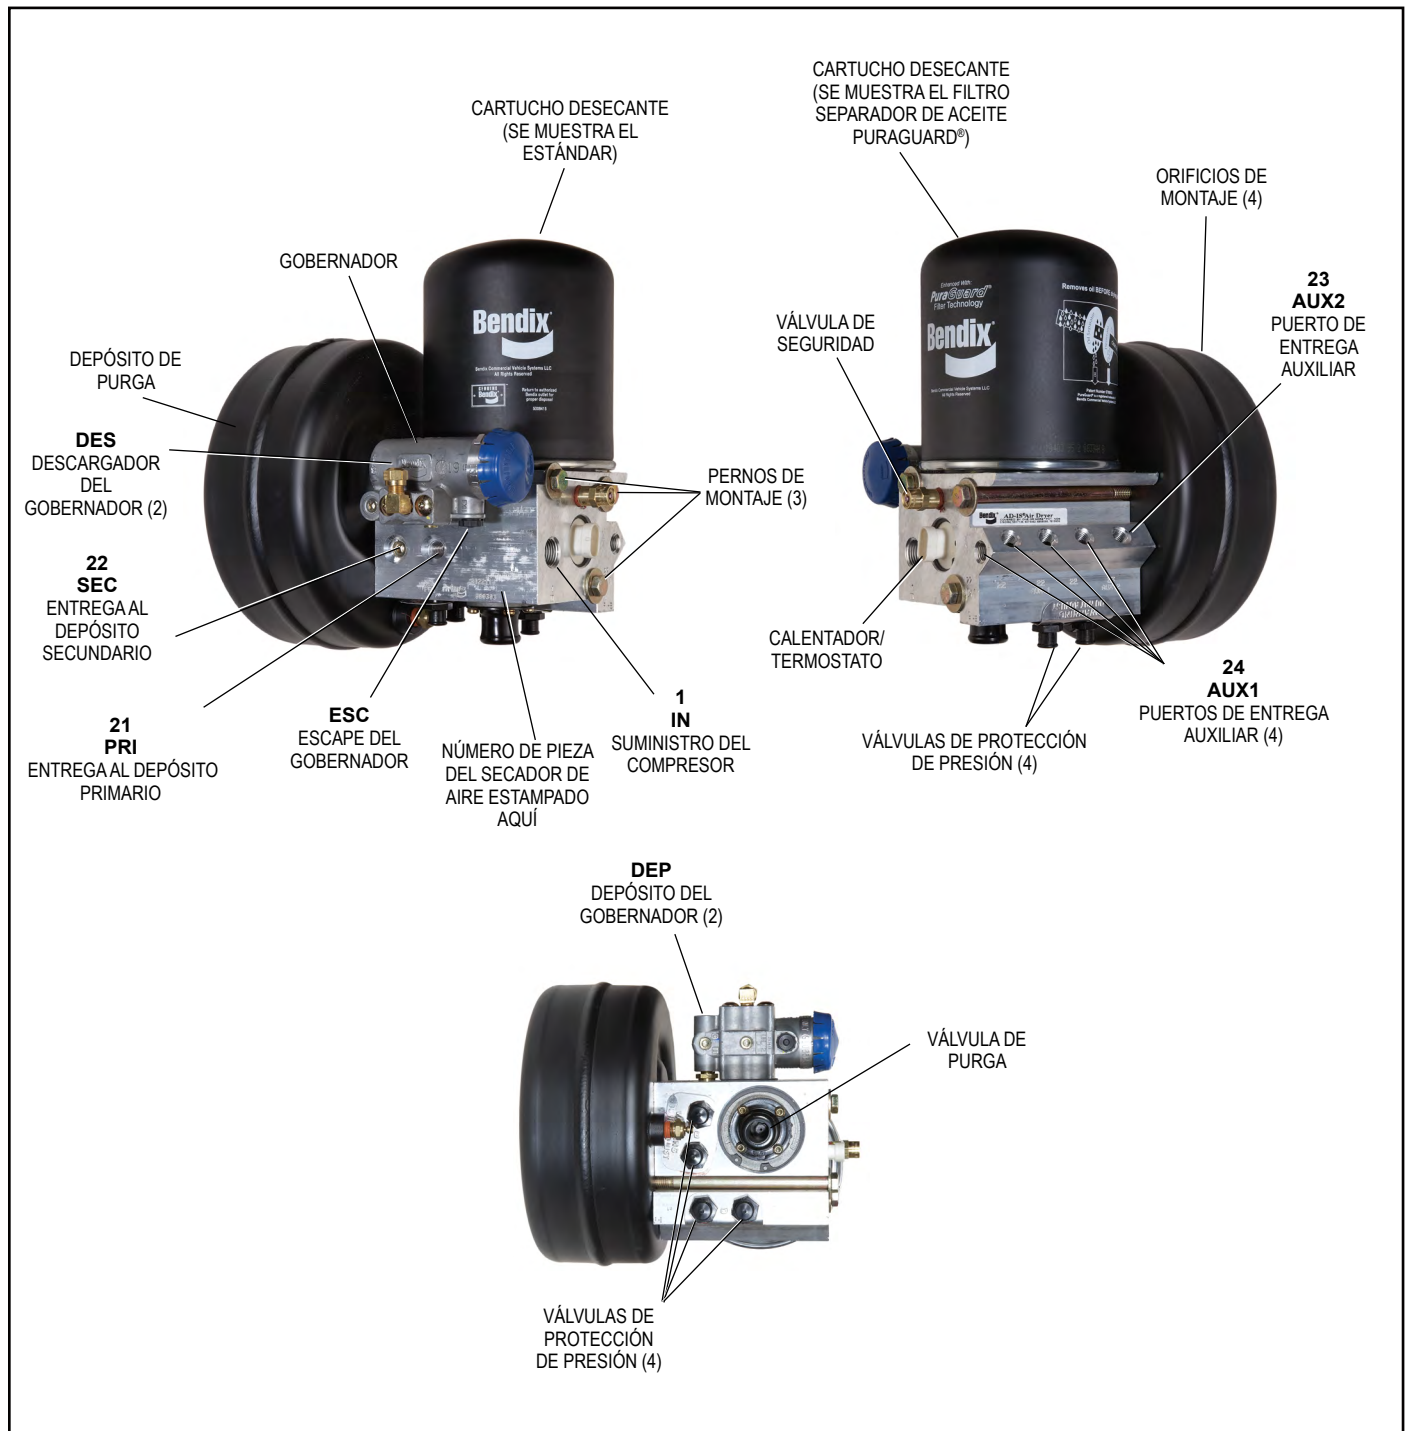

FIGURA 1 - SISTEMAS DE SECADOR DE AIRE Y DEPÓSITO AD-IS® Y AD-IS® CON SEPARADOR DE ACEITE PURAGUARD® DE BENDIX®
3. Revise que los pernos del secador de aire y depósito de purga AD-IS® estén bien apretados. *Consulte la figura 1.* Vuelva a aplicar torsión entre 360 a 420 pulg./lb a los tres pernos del secador de aire y entre 300 a 360 pulg./lb a los cuatro pernos del depósito de purga.